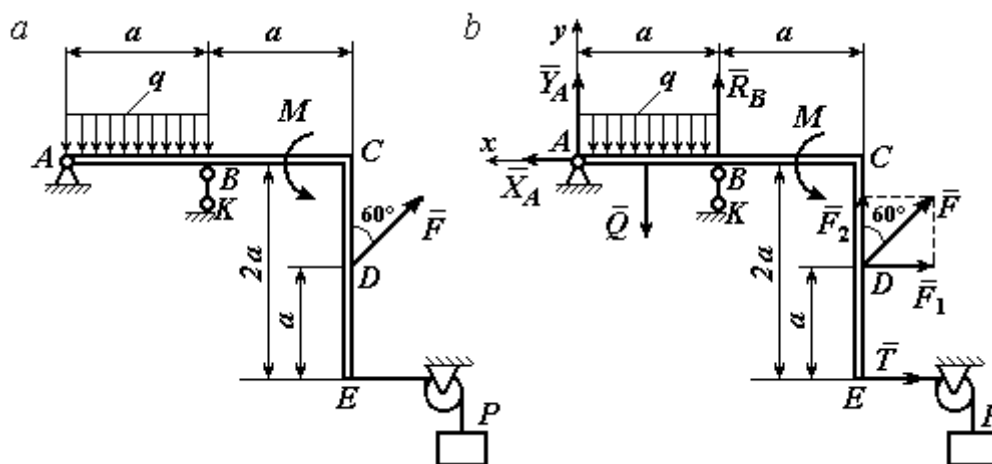

Рис. 1.25. Равновесие рамы:
**Задача 8.** Рама  $ACE$  (рис. 1.25,  $a$ ) в точке  $A$  закреплена на цилиндрической шарнирной опоре, а в точке  $B$  поддерживается вертикальным невесомым стержнем  $BK$ . На раму действуют: пара сил с моментом  $M = 8 \text{ кН}\cdot\text{м}$ , сила  $\vec{F}$ , равная по модулю  $F = 10 \text{ кН}$ , приложенная в точке  $D$  под углом  $60^\circ$  к раме, и равномерно распределенная на отрезке  $AB$  нагрузка интенсивностью  $q = 2 \text{ кН/м}$ . В точке  $E$  под прямым углом к отрезку  $CE$  рамы прикреплен трос, переброшенный через блок и несущий груз  $P = 20 \text{ кН}$ .
Рассмотрим равновесие рамы  $ACE$ . Выбираем систему координат  $xAy$ , например, как показано на рис. 1.25,  $b$ .
вен весу груза  $T = P$ . Заменяем распределенную нагрузку её равнодействующей  $\vec{Q}$ . Сила  $\vec{Q}$  приложена в середине отрезка  $AB$  и численно равна:  $Q = qa = 2 \cdot 2 = 4$  кН. На рис. 1.25, *b* показано направление внешних сил и реакций при равновесии рамы. Направление реакции стержневой опоры  $BK$  выбрано в предположении, что стержень сжимается.
При определении момента силы  $\vec{F}$  удобнее воспользоваться теоремой Вариньона. С этой целью представим вектор силы  $\vec{F}$  как равнодействующую двух сил  $\vec{F}_1$  и  $\vec{F}_2$ , параллельных осям  $Ax$  и  $Ay$ :  $\vec{F} = \vec{F}_1 + \vec{F}_2$  (см. рис. 1.25, *b*). Величины сил  $\vec{F}_1$  и  $\vec{F}_2$  определяются как проекции силы  $F$  на оси координат:  $F_1 = F \cos 30^\circ$ ,  $F_2 = F \cos 60^\circ$ . По теореме Вариньона момент силы  $\vec{F}$  относительно центра  $A$  равен сумме моментов сил  $\vec{F}_1$  и  $\vec{F}_2$  относительно того же центра  $A$ :  $M_A(\vec{F}) = M_A(\vec{F}_1) + M_A(\vec{F}_2) = F_1 \cdot a + F_2 \cdot 2a$ .
Отрицательное значение величины  $R_B$  означает, что фактическое направление реакции  $\vec{R}_B$  стержневой опоры  $BK$  противоположно направлению, показанному на рис. 1.25, *b*, т. е. стержень  $BK$  растягивается. Реакция шарнирной опоры  $A$  – сила  $\vec{R}_A$  – находится как геометрическая (векторная) сумма сил  $\vec{X}_A$  и  $\vec{Y}_A$ .